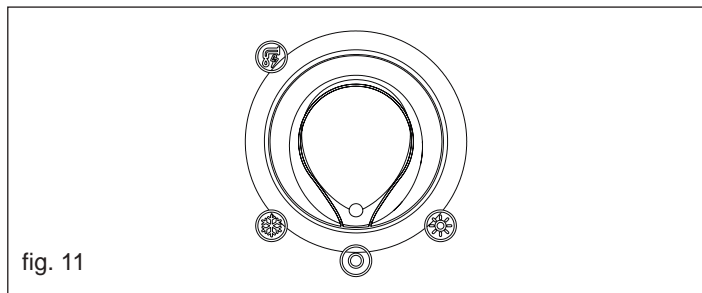

fig. 11
- Posicionar o seletor de função em  (desligado/desbloqueio) (fig. 11),